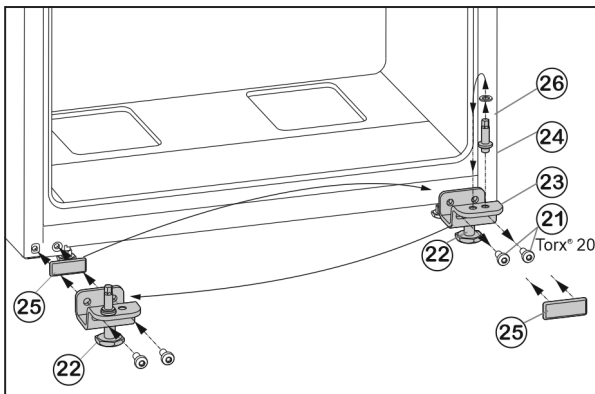

Fig. 7
- Открутите крепежные винты *Fig. 7 (21)*.
- Снимите нижний опорный кронштейн *Fig. 7 (23)* вместе с опорным пальцем *Fig. 7 (24)*, шайбой *Fig. 7 (26)* и регулируемой опорой *Fig. 7 (22)*.
- Открутите опорный палец *Fig. 7 (24)* вместе с шайбой *Fig. 7 (26)* и, переставив в отверстие на противоположной стороне опорного кронштейна, снова прикрутите.
- Аккуратно снимите защитную пластину *Fig. 7 (25)* и переставьте ее на противоположную сторону.
- Прикрутите нижний опорный кронштейн *Fig. 7 (23)* вместе с опорным пальцем *Fig. 7 (24)*, шайбой *Fig. 7 (26)* и регулируемой опорой *Fig. 7 (22)* с другой стороны шарнира (с моментом 4 Нм), при необходимости используйте аккумуляторный шуруповерт.
- Установите нижнюю дверцу сверху на опорный палец *Fig. 7 (24)*.
- Выверните регулируемую опору *Fig. 7 (22)* на нижнем опорном кронштейне *Fig. 7 (23)* до ее соприкосновения с полом.